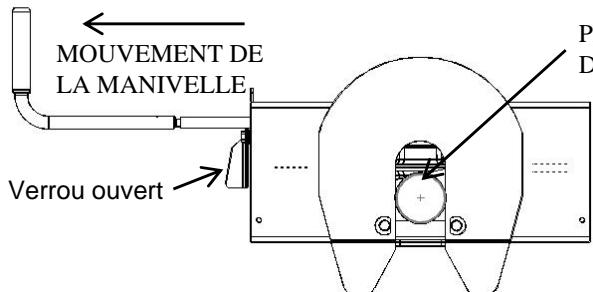

Fig. 11
4. Manivelle en position fermée (voir Fig. 10), reculer lentement la camionnette vers la caravane. À mesure que le pivot d'attelage de la caravane pénètre dans l'attelage, il ouvrira les mâchoires et prolongera la manivelle (voir Fig. 11). Une fois le pivot d'attelage complètement dans la tête, des ressorts fermeront les mâchoires autour du pivot et la manivelle retournera en position fermée. (Voir Fig. 12)